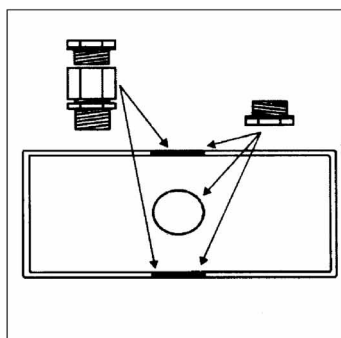

Abb. 1/pic 1./Fig. 1
Achtung! Wird biegsames Kabel verwendet, so sind an den Ausdrückern der Reglerdose geeignete PG-Verschraubungen mit integrierten Kabelklammern anzubringen. (Siehe Abb. 1)
Attention! If using flexible cable, suitable glands incorporating cable clamps must be fitted to the knockouts in the Controller Box (Refer to Fig.1)
6. Kabeleinlasslöcher in den Kunststoff- und Metallboxen herstellen, indem die entsprechenden Ausdrücker entfernt werden (siehe Abb. 1).
6. Make cable entry holes in the plastic and metal boxes by removing suitable knockouts (Refer to Fig.1).
Attention! en cas d'utilisation d'un câble flexible, des presse-étoupes équipés de colliers de serrage doivent être montés sur les pastilles préformées du boîtier du commutateur inverseur. (Voir fig. 1)